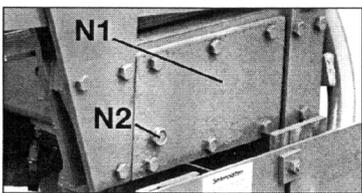

Fig. 10
**Getriebekasten:** erster Ölwechsel nach ca. 550 Einsatzstunden; danach alle 1000 Stunden bzw. alle 3 Jahre wechseln – seitlichen Kastendeckel abschrauben (N1, Fig.10; Öl warm ablassen – restloses Leeren seitlich geneigt und um 90° auf die Walze gekippt. Zum „Kippen“ das Gerät sicher einhängen – an 3 Punkten: Ober- und Unterlenkeranschlüsse. Tragkraft der Hilfsmittel beachten!).
Nach ersten 50 Einsatzstunden – danach jährlich – beidseitig die Magnetstutzen heraus-schrauben und reinigen (N2, Fig.10; Gerät jeweils schräg stellen, damit Öl nicht ausläuft).